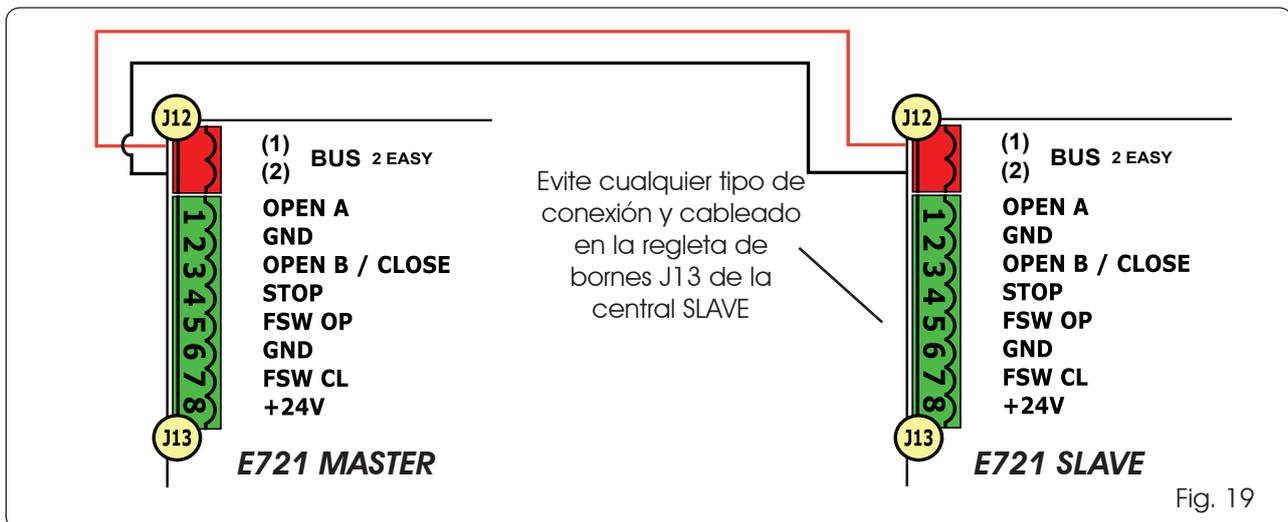

Fig. 19
**La conexión BUS entre las dos tarjetas deberá ser POLARIZADA respetando la secuencia de los polos de la regleta de bornes J12 (POLO (1) - POLO (2)) - (véase la Fig. 19).**